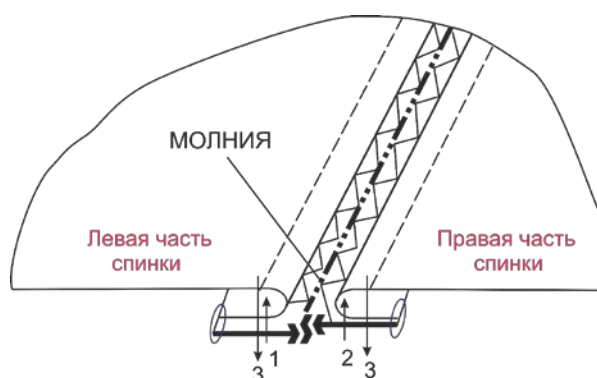

Рис. 3
13. Втачайте тесьму «молния» в спинку по среднему шву (Рис.3).
16. Обтачайте срез горловины платья обтачкой (рис. 3). Припуски шва необходимо заутюжить в сторону обтачки.